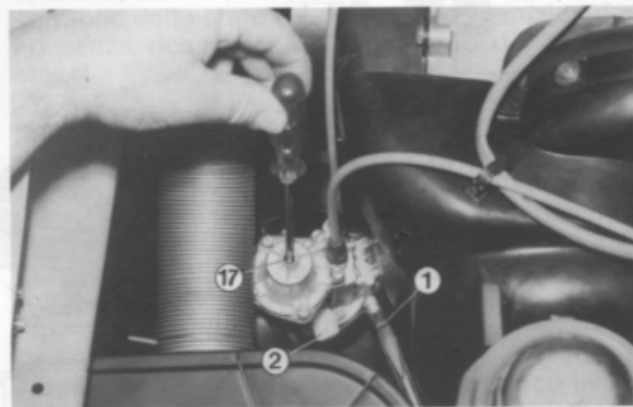

Fig. 59
**Avvertenza** - Il pomello di plastica (n. 2 fig. 59) montato sulla vite di regolazione fine corsa valvola gas, non deve essere rimosso in nessun caso.